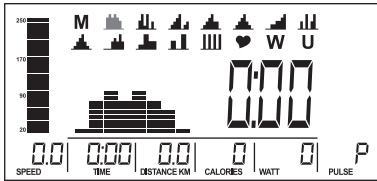
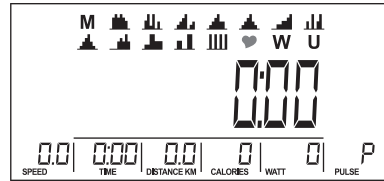
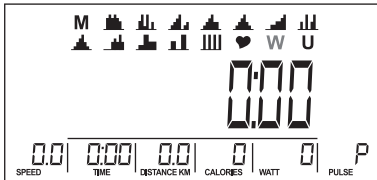
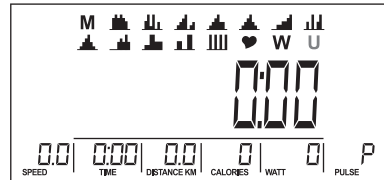

Abb. 5
Abb. 6
Abb. 7
Abb. 8
Verwenden Sie das Datenrad, um das Training auszuwählen: M (Manuell) (Abb. 4) –> P (Programm 1-12) (Abb. 5) –> (♥ HRC) (Abb. 6) –> W (WATTS) (Abb. 7) –> U (Benutzer) (Abb. 8), drücken Sie MODE, um den ausgewählten Modus aufzurufen.
1. Wählen Sie mit dem Datenrad die voreingestellten Programme und wählen Sie P01 (Abb. 5), P02, P03, ..., P12. Drücken Sie MODE, um die Auswahl zu bestätigen.